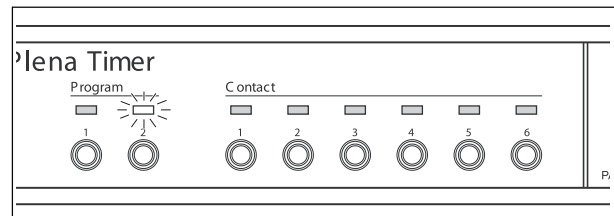

рисунок 7.1: Выбор программы
- 2 Кратковременно нажмите и отпустите кнопку Set. Поочередно загорятся светодиоды Program на передней панели (см. рисунок 7.1).